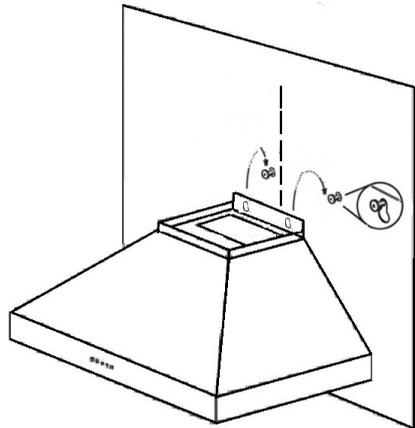

Figure 3.
4. Fixez la hotte aux vis de montage sur le mur. **REMARQUE** : Assurez-vous que les vis de montage sont correctement nivelées avant de serrer les vis. *Figure 3*